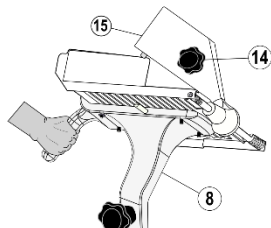

FIG 5. USO DEL CARRO
- 3.- Usando la perilla (14), empuje el pisón (15) hacia abajo sobre el producto. Deslice el carro (8) hacia adelante y atrás, use la manivela del mismo (Fig. 5) .
- 4.- Mueva el carro completamente hacia atrás y seleccione el espesor de corte deseado (6).